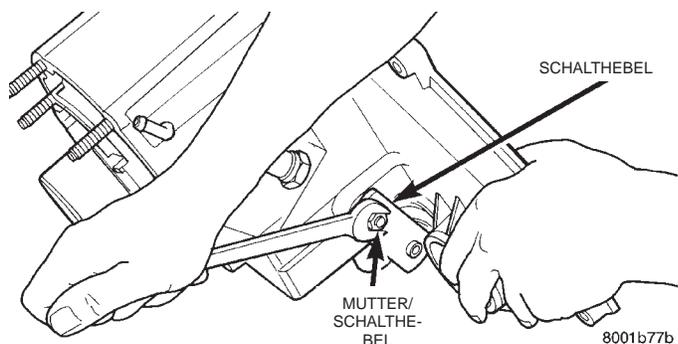

Abb. 62 Schalthebel einbauen
(3) Schalthebel, Unterlegscheibe und Mutter auf der Schalthebelwelle montieren (Abb. 62). Die Mutter des Schalthebels mit einem Anzugsmoment von 27–34 N.m (20–25 ft. lbs.) festziehen.